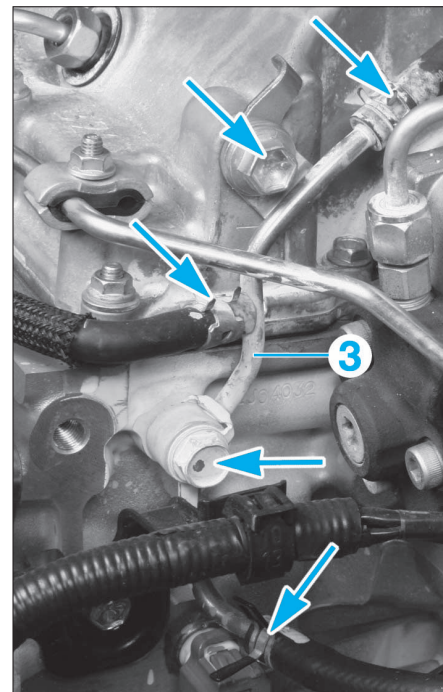

FIG. 47
- le tuyau de retour de fuite de combustible (3) (fig. 47).